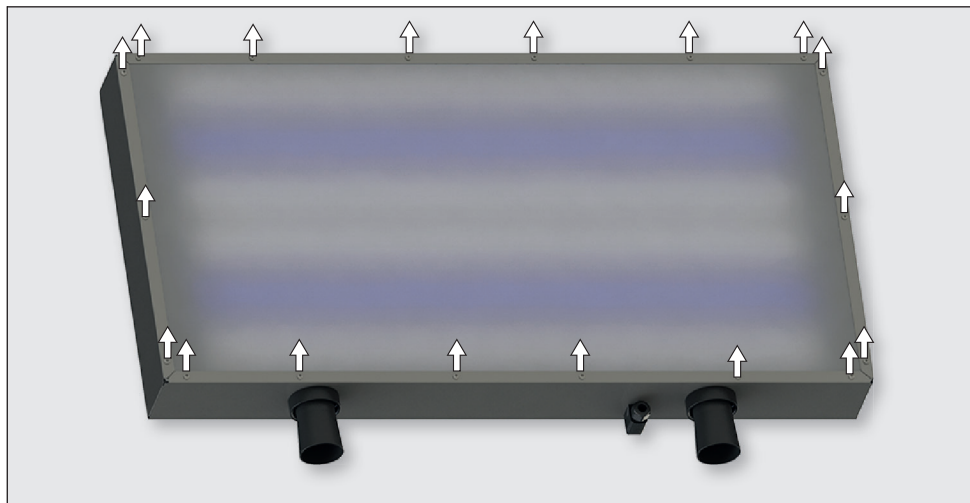

Bild 33 Lägga ljuskassetten med framsidan upp och ta loss skruvarna
4. Vänd ljuskassetten och placera den försiktigt på ett mjukt underlag så att lysrören ligger överst (Bild 33).